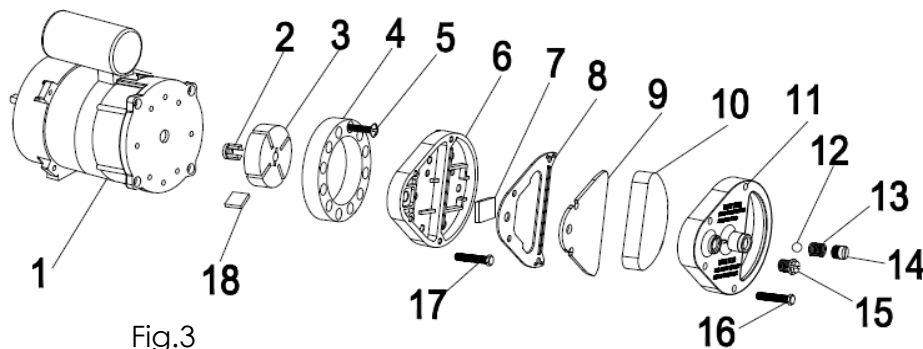

Fig.3
Pulire i filtri dell'aria. Rimuovere il coperchio terminale del filtro (11), lavare il filtro di aspirazione dell'aria (10) con un detergente leggero e asciugarlo accuratamente prima di reinstallarlo. Sostituire il filtro di aspirazione dell'aria (9) una volta all'anno (Fig.3)